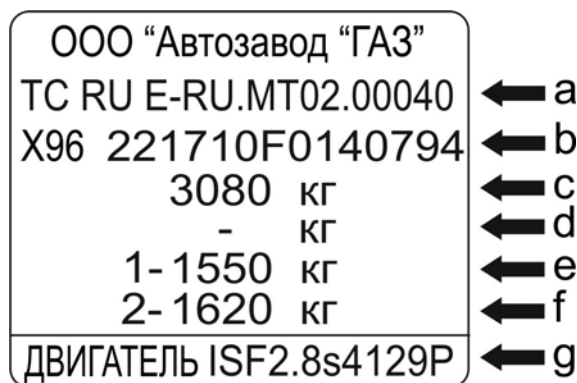

Рис. 1.6. Пример заводской таблички с паспортными данными, где:
1.5. Заводская табличка (рис. 1.6), расположена на задней стойке проема правой двери кабины.